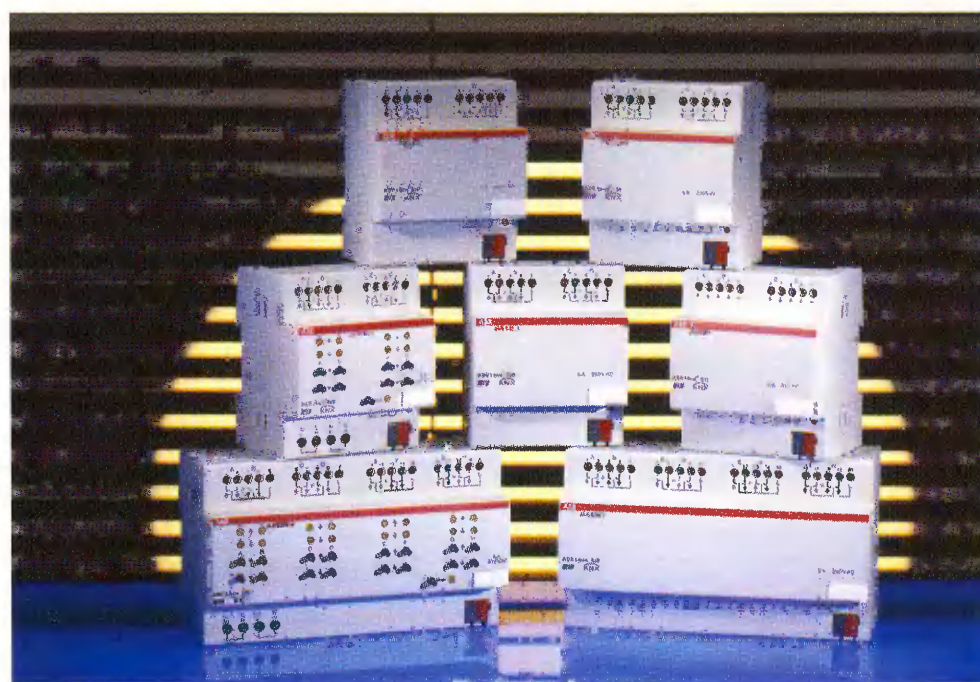

Рис.4
3. Акторы (рис.4). Это исполнительные элементы сети: реле, светорегуляторы, блоки управления ролетами, жалюзи, клапанами отопительных батарей, контроллеры температуры.